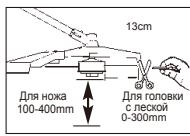

Рисунок 9A
**ПРИМЕЧАНИЕ.** Для снижения нагрузки на двигатель во время запуска и разогрева обрежьте лишнюю леску до 13 см. (рис. 9A)